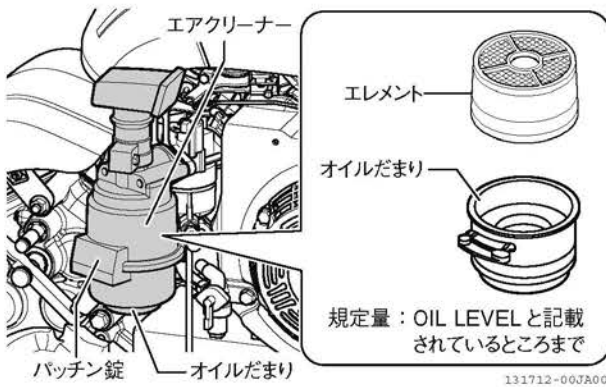

図 4-23 エアクリーナー
1. オイルだまりを固定している、パッチン錠を解除して、オイルだまりを外します。(図 4-23)
5. エレメントの上下方向を間違えないようにエアクリーナーへ入れ、オイルだまりを元通りに取り付けます。(図 4-23)